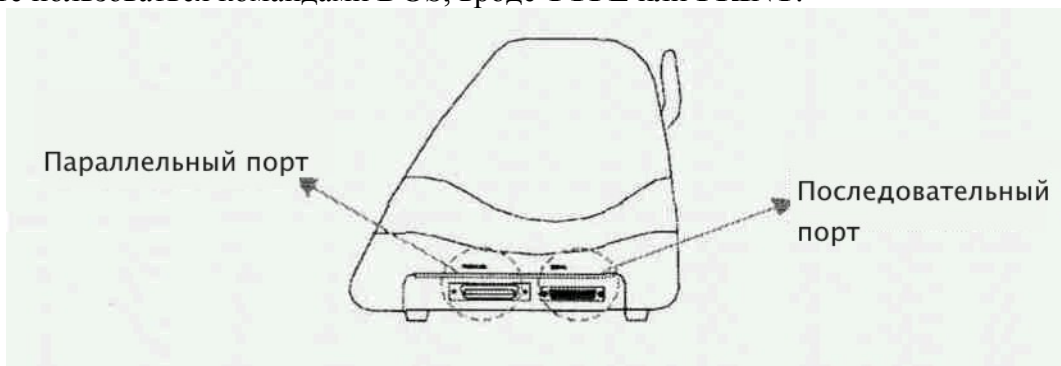

Рисунок 4-1
1. Соединить плоттер и ведущий компьютер параллельным кабелем (рис. 4-1).